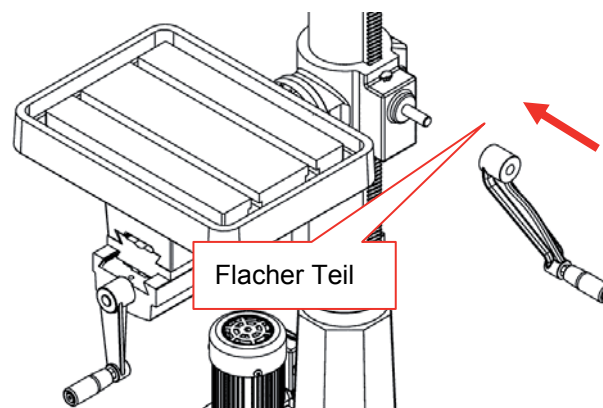

Abbildung 03
2. Die Kurbel auf die Ritzelwelle fügen und den Gewindestift in der Kurbel am flachen Teil der Ritzelwelle ansetzen und festspannen. Abbildung 03